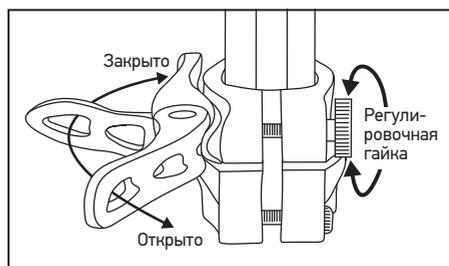

Рис. 29: Регулирование быстроразъемного зажима Octagon®
4. Установить рычаг быстроразъемного зажима в закрытое положение. Плотность зажима регулируется посредством поворота регулировочной гайки в направлении от рычага быстроразъемного зажима. Для регулирования усилия зажима, удерживая рычаг в фиксированном положении, повернуть гайку вручную (Рис. 29).